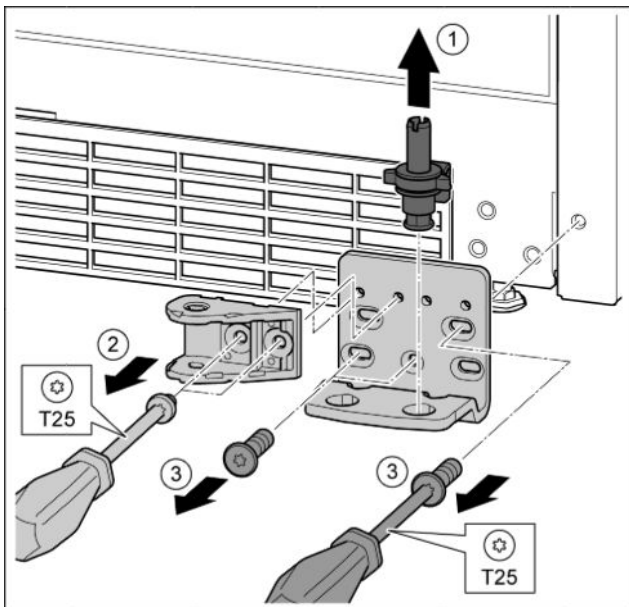

Fig. 27
- ▶ Опорный палец полностью извлечь движением вверх. *Fig. 27 (1)*
- ▶ Открутить винты отверткой T25 и снять опорный кронштейн. *Fig. 27 (2)*
- ▶ Открутить винты отверткой T25 и снять опорный кронштейн. *Fig. 27 (3)*